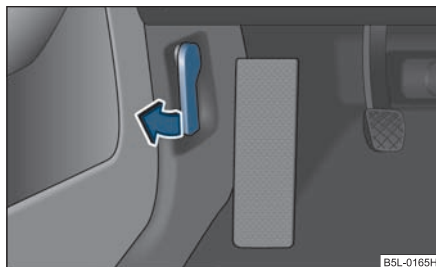

Fig. 204 Maneta de deblocare a capotei motorului
- Trageți maneta de deblocare de sub bord, pe partea conducătorului ⇒ fig. 204.
- Deblocați capota motorului ⇒ fig. 204.